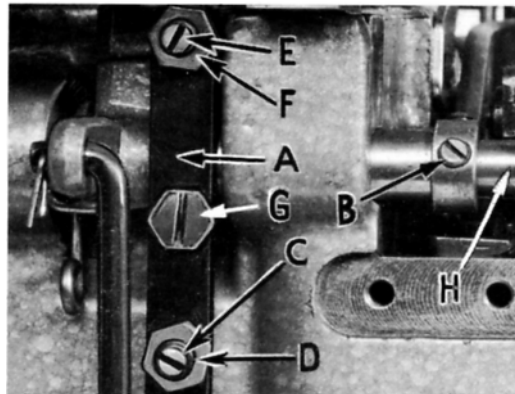

FIG. 11
Assemble the presser foot to presser arm. With needle in high position, swing presser arm into sewing position and set the presser foot to align needle holes (front and back) and flat on the throat plate. The front edge of needle hole in presser foot must be aligned with front edge of needle hole in throat plate. It is also important that the bottom of the presser foot be flat on the throat plate. If necessary, presser foot can be realigned with throat plate slots by shifting the foot lifter lever shaft (H, Fig. 11). To move the shaft, loosen collar screws (B, Fig. 11) and clamp screw (G) and then shift the foot lifter lever shaft to the left or right as required. Retighten collar screws and clamp screw.
The foot lifter lever arm (A, Fig. 11) and the collar (B) secure the shaft. Be sure the presser arm does not bind and rise when presser foot release bushing is unlocked.
Monte el pie prensatela en el brazo del pie. Con la aguja en su posición de arriba, ponga el brazo del pie en la posición de costura y ajuste el pie prensatela de manera que coincidan los huecos para la aguja y el pie repose plano en la plancha de la aguja. El borde delantero en el hueco para la aguja en el pie prensatela debería coincidir con el borde delantero del hueco para la aguja en la plancha de la aguja. También es importante para que la parte inferior del pie prensatela este nivelado con la plancha de la aguja. Si hace falta se puede ajustar el pie prensatela a los huecos de la aguja en la plancha de la aguja moviendo el eje del levantador de prensatela (H, Fig. 11). Para mover el eje suelte los tornillos (B, Fig. 11) en el anillo y el tornillo de sujeción (G) y mueva el eje hacia la izquierda o hacia la derecha. Apriete los tornillos en el anillo y el tornillo de sujeción otra vez.
El brazo para levantar el pie prensatela (A, Fig. 11) y el anillo de ajuste (B) aseguran la posición del eje lateralmente. Asegúrese que el brazo no esté trabado y se levante cuando se suelte el manguito de la presión de pie prensatela.